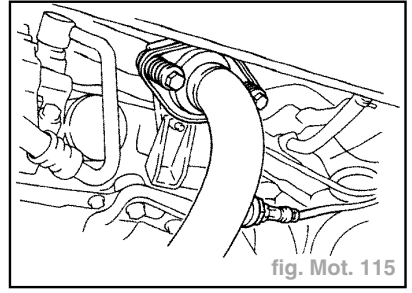

fig. Mot. 115
- Déposer les 2 boulons et les 2 ressorts assurant le maintien du tuyau d'échappement avant sur le collecteur d'échappement (fig. Mot. 115).